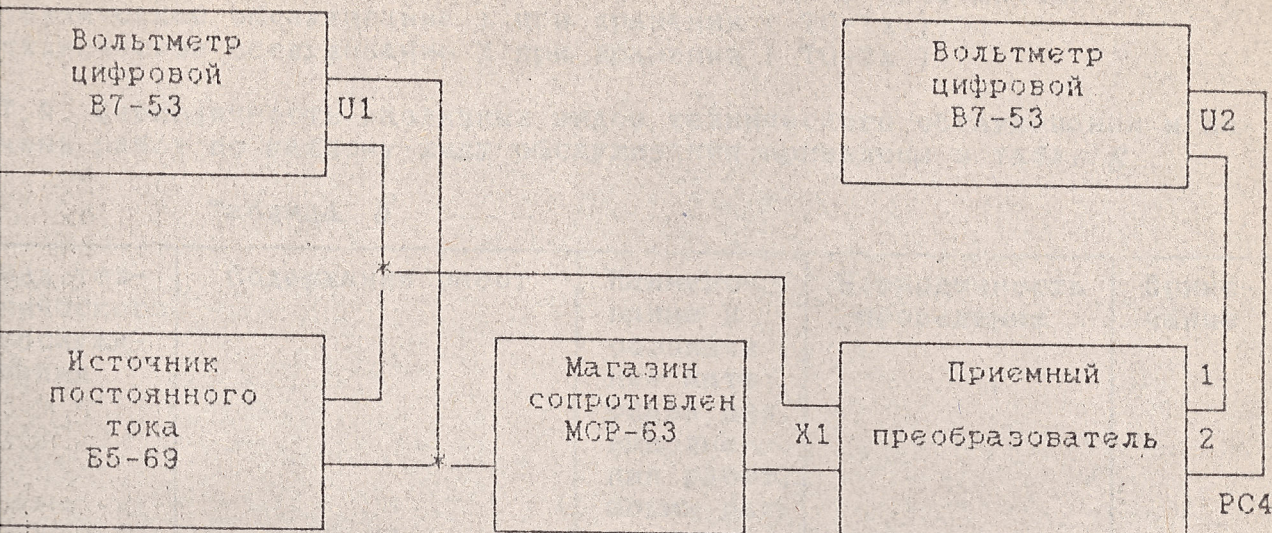

Рисунок 6
5.4.7. Определение Δp для преобразователей средней мощности проводится по схеме электрической соединений рис. 6 на уровнях мощности 3; 15; 30; 50; 100 мВт; 0,5 и 1,0 Вт.
5.4.8. Определение ΔP для преобразователей большой мощности проводится по схеме электрической соединений рис. 6 на уровнях мощности: 0,5; 1,0; 5; 10; 50; 100 Вт. (рис тот же в конце)